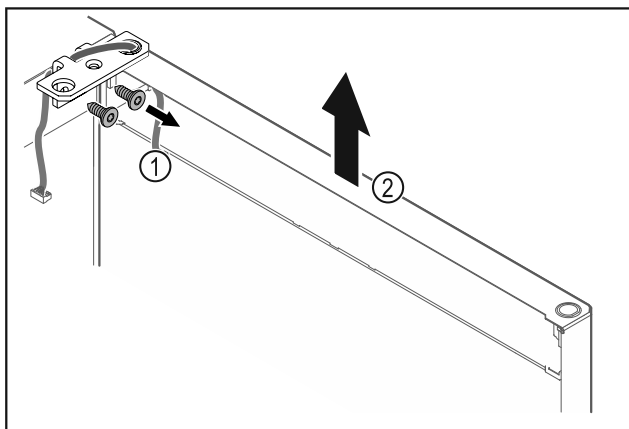

Fig. 21
- ▶ Deșurubați Fig. 21 (1) colțarul balamalei.
- ▶ Ridicați ușa inclusiv colțarul balamalei Fig. 21 (2) aproximativ 200 mm drept în sus și detașați-o.